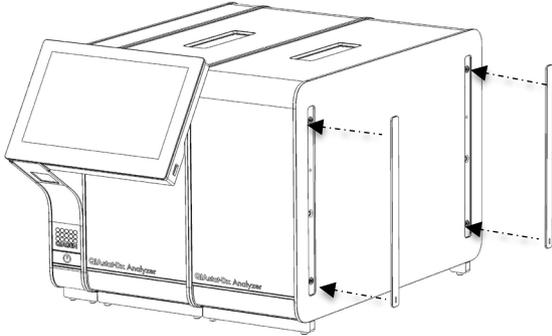

図 17. 追加の分析モジュールに保護カバーを再度取り付ける。
5. 追加の分析モジュールの側面に保護カバーを再度取り付けます (図 17)。